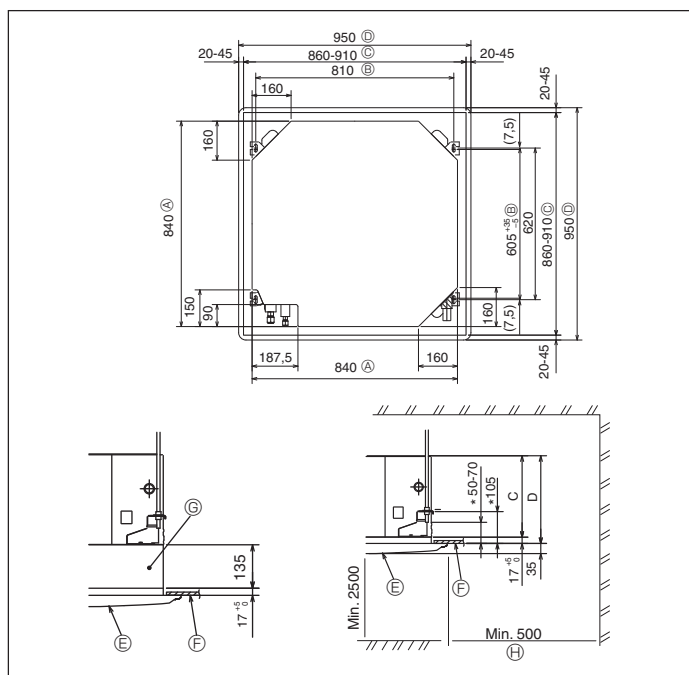

Fig. 3-2
④	Bånd	8
⑤	Skrue til spændskiver til montering af gitter (M5 × 25)	4
⑥	Drænuffe	1
⑦	Isolering	1
⑧	Konisk møtrik 1/4F(P60)	1
3.2. Åbninger mod loft og placering for installation af suspensionsbolt (Fig. 3-2)
* Dimensionerne på åbningerne i loftet kan reguleres inden for det i Fig. 3-2 viste område. Hovedenheden centrerer sig i forhold til åbningen i loftet, således at mellemrummet mellem enhedens sider og loftkanterne er ens på alle sider.